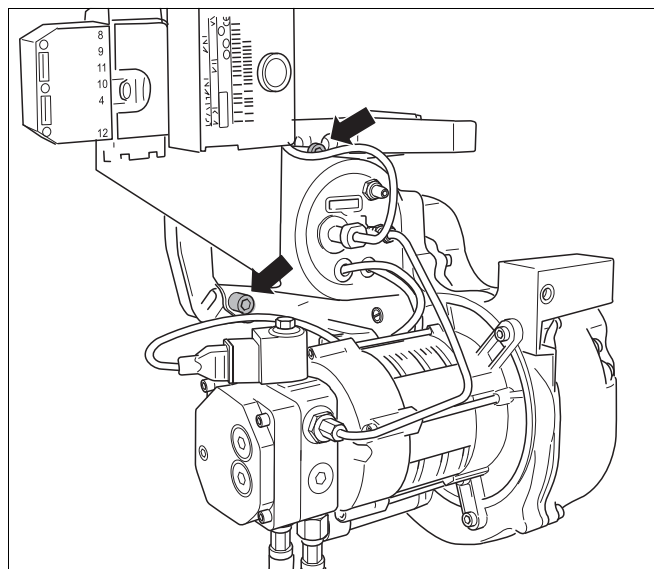

Рис. 24 Ослабить болты штыкового крепления
- Ослабить оба болта штыкового крепления (Рис. 24).